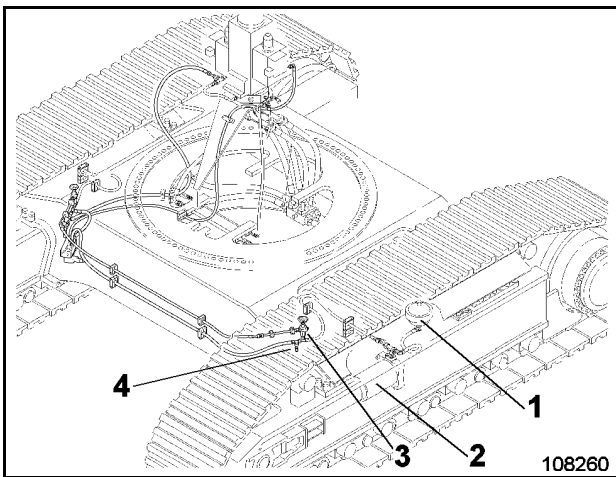
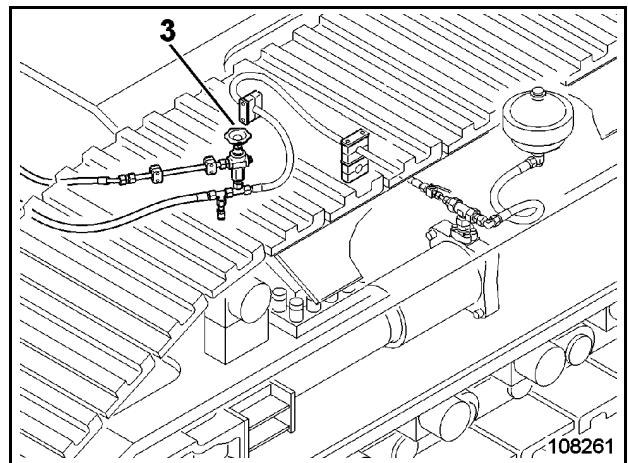

Fig. 3-155:
Fig. 3-156:
Se tensionan las cadenas de oruga con la presión hidráulica que se forma al trasladar la excavadora. Las Fig. 3-155: y Fig. 3-156: muestran componentes del mecanismo de traslación y de la instalación de tensión:
- Abrir ambas válvulas limitadoras de presión (3, Fig. 3-156:), las cadenas están distendidas.
- Después de haber efectuado los trabajos, cerrar las válvulas limitadoras de presión (3) hasta el tope.